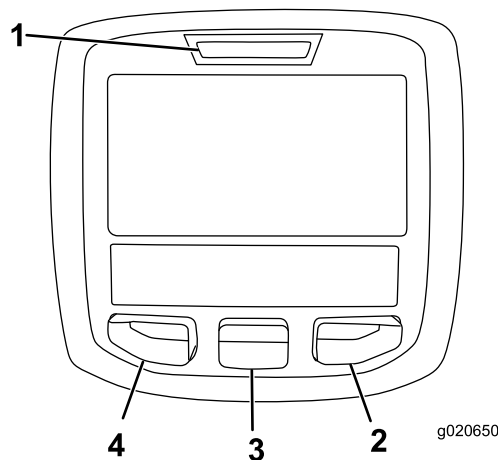

Figura 23
Ecranul LCD InfoCenter afiează informații despre maină, cum ar fi starea de funcționare, diferite date de diagnosticare, și alte informații despre maină (Figura 23). Există un ecran de întâmpinare, un ecran cu informații principale, un ecran cu informații despre motorul unității de tăiere (CU) și un ecran cu informații despre traciune.